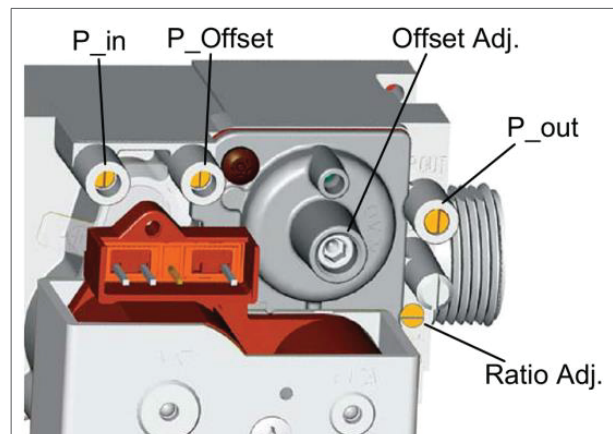

Figure 19 - Composants majeurs de la vanne de gaz
La vanne de gaz comporte deux vis de réglage (figure 19) :
**DANGER !** Mesurer systématiquement la production d'oxyde de carbone de l'aérotherme. Une concentration de CO anormalement élevée indique généralement un mélange de gaz trop riche. Si nécessaire ajuster la richesse du mélange à l'aide des deux réglages (figure 19). La concentration de CO doit toujours être inférieure à 100 ppm.